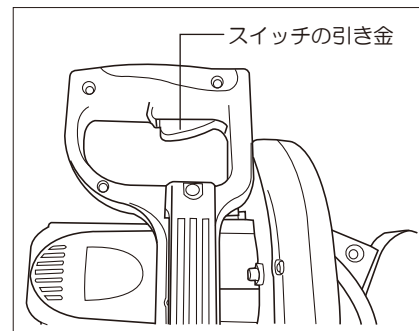

図22
- スイッチは、スイッチの引き金を引けば入り、離すと切れます。(図22参照)